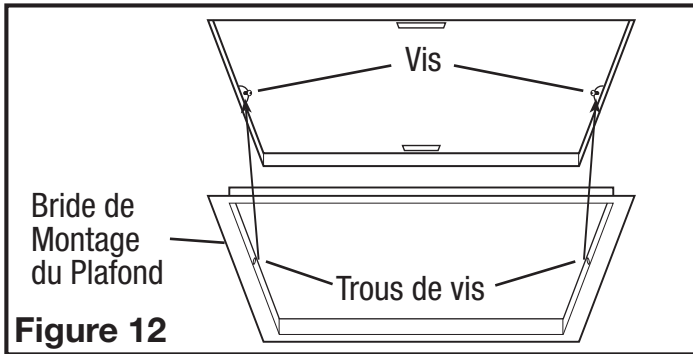

Figure 12
**REMARQUE :** Si la bride de montage est installée sur le boîtier du ventilateur, enlevez les deux vis qui relient la bride de montage du plafond au boîtier et mettez de côté (**Figure 12**).
5. Installez la bride de montage au plafond pour couvrir tous les espaces qui existent entre le boîtier et le plafond fini. Retirez les deux vis qui relient la bride de montage au boîtier. Placez un scellant (non fourni) sur le bord intérieur de la bride de montage au plafond pour assurer que la bride est scellée au plafond. Alignez les trous de vis dans la bride de montage au plafond avec les trous de vis à l'intérieur du boîtier et appuyez la bride en place afin qu'elle soit bien serrée contre le plafond. Réinstallez les vis de la bride de montage à l'intérieur du boîtier (Figure 12).